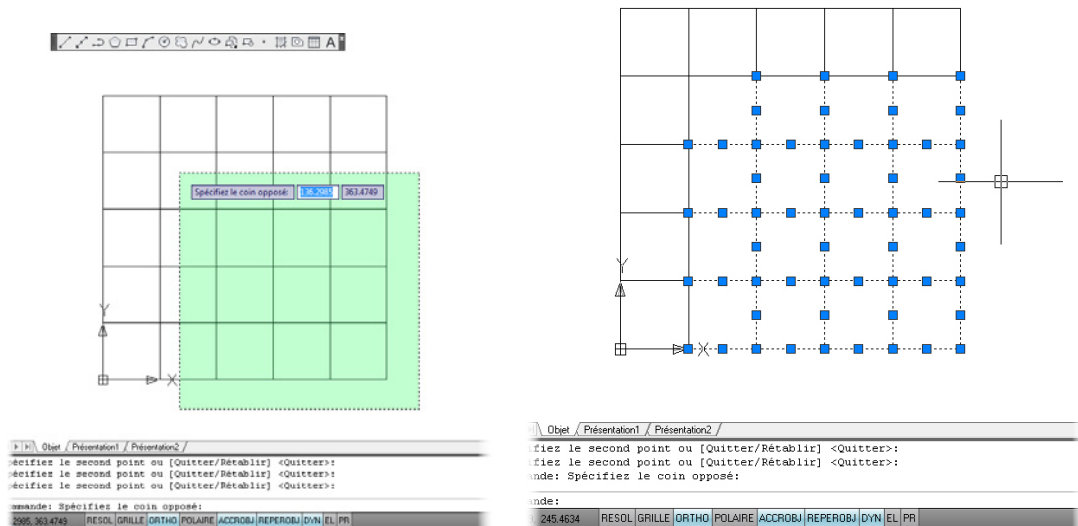

Figure 2.74
- La sélection en mode Capture (voir Figure 2.74) : tous les objets sont concernés, même ceux qui sont partiellement inclus dans le rectangle bleu. Le contour du rectangle est continu.